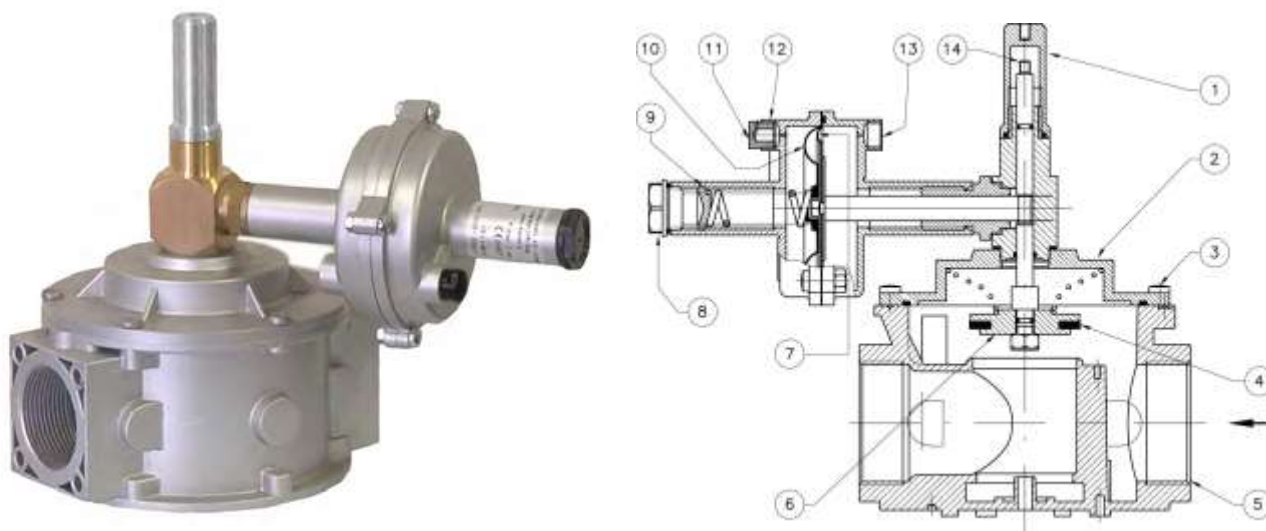

Рис. 1
Клапан (рис. 1) состоит из: рычаг механизма взвода / защитный колпачок (1); крышка (2); винты крепления крышки (3); уплотняющая прокладка (4); корпус (5); затвор (6); рабочая мембрана (7); алюминиевый колпачок (8); регулировочный винт (9); защитная мембрана (10); пылезащитный колпачок (11); отводящий патрубок G 1/4" для вывода наружу (при необходимости) (12); патрубок G 1/4" для подключения к системе после редуктора (13); стержень механизма взвода (14).